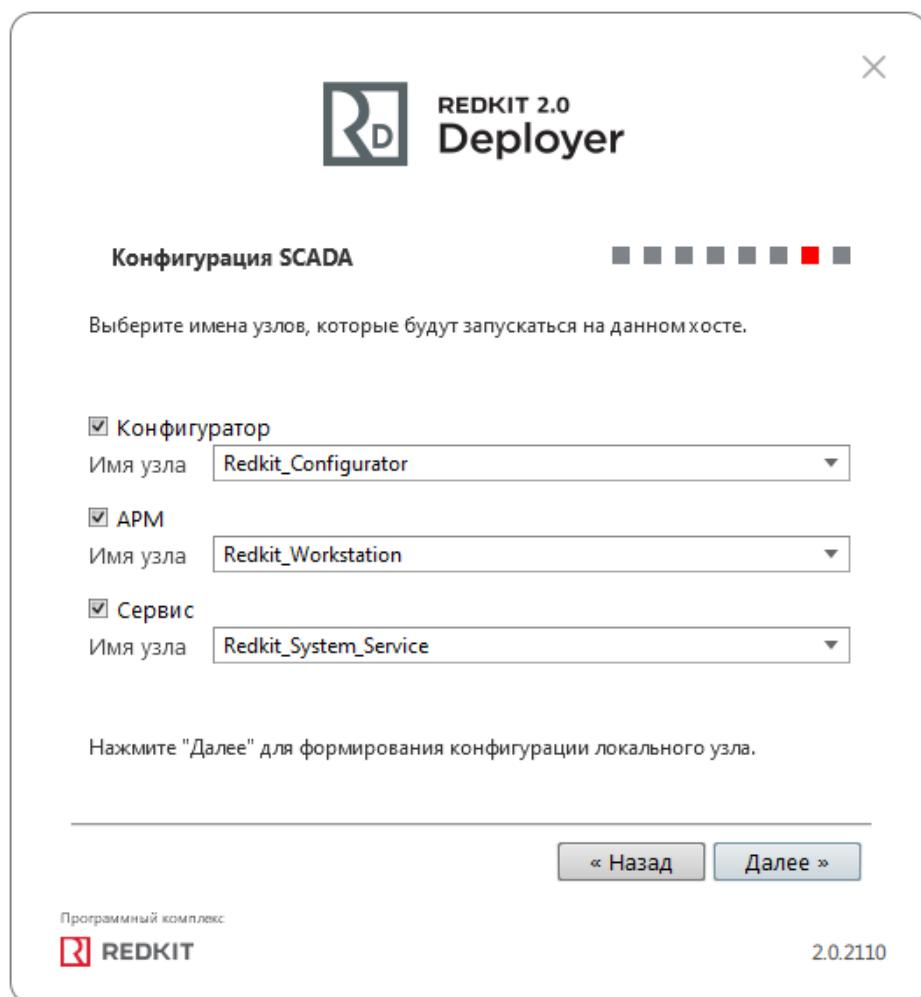

Рисунок 80 - Узлы
17. Оставьте имена узлов по умолчанию и нажмите "Далее" (Рисунок 80).